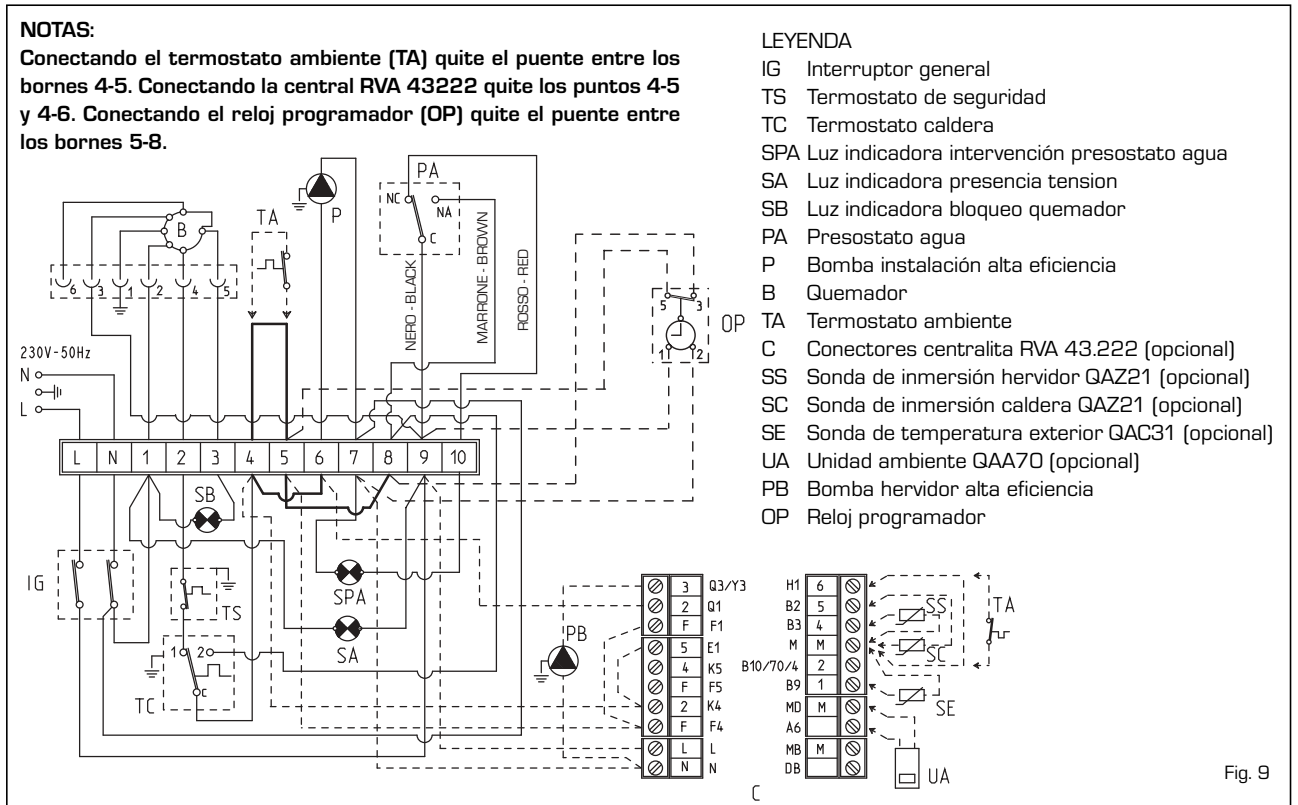

Fig. 9
2.7.1 Esquema eléctrico "SOLO 25-35" (fig. 9)
2.7.2 Esquema eléctrico "DUETTO 25-35" (fig. 9/a)